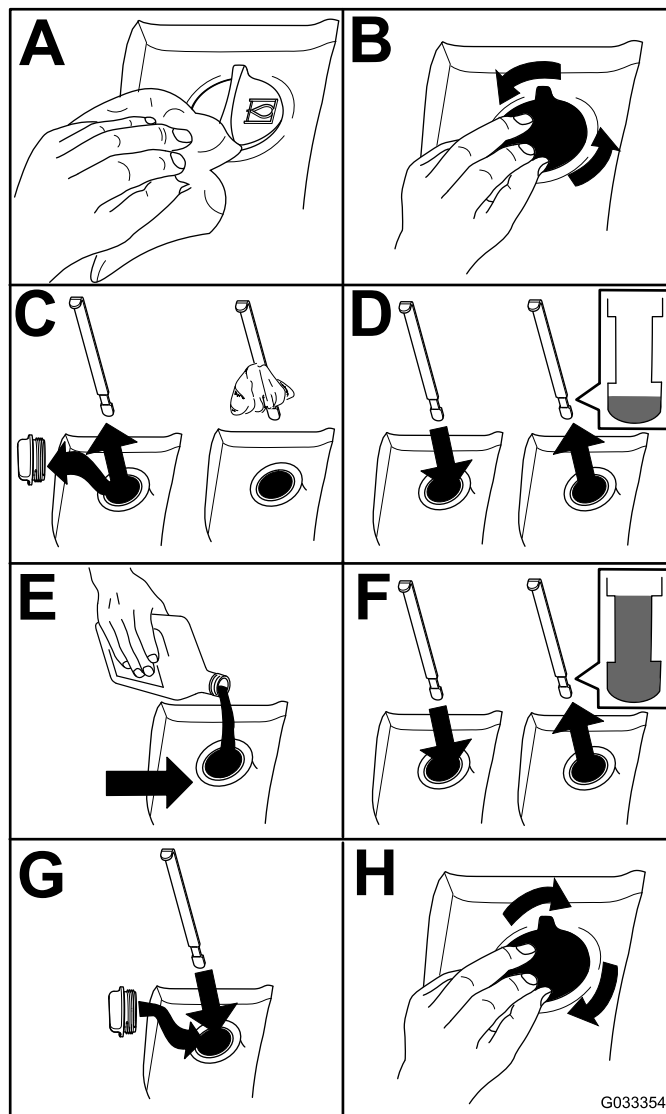

Figure 74
2. Contrôlez le niveau du liquide hydraulique (Figure 74).